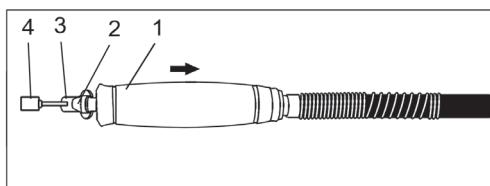

Рис. 6
3. Отведите ручку - фиксатор 1 (Рис. 6) в заднее положение для фиксации вала, ключом 3 (рис.6) ослабьте крепление цанги 2 (Рис. 6), вставьте оснастку
4, подходящую по диаметру в крепление 2 (Рис. 6), затяните ключом в обратной последовательности.